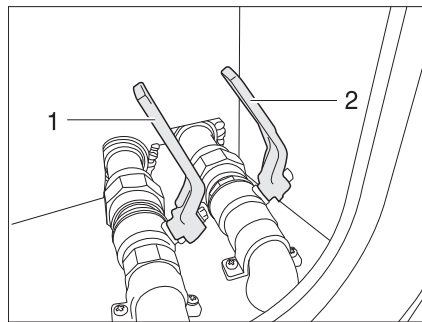

Fig. 220 Robinet d'évacuation des eaux usées
Le robinet d'évacuation des eaux usées (Fig. 220,2) est monté dans le double plancher. Le robinet d'évacuation des eaux usées est désigné par l'inscription "Abwasser" (eaux usées).
- Ouvrir le robinet d'évacuation des eaux usées (Fig. 220,2). Les eaux usées s'écoulent.